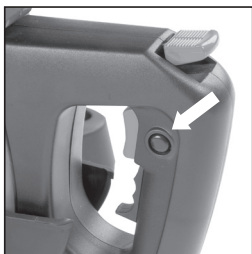

FIG. 23
- Premere il pulsante di blocco del grilletto (**Fig. 23**) per un'azione continua del motore.